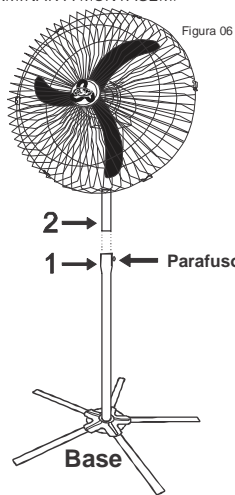

Figura 06
- 4 - Coloque o tubo 1 na base pressionando até o final do encaixe, coloque o cano 2 no cano 1 e coloque o parafuso e aperte a borboleta (Figura 06).
- 5 - Instale o ventilador montado conforme (Pág. 01) no cano da coluna conforme Figura 06, e observe a Figura 07.